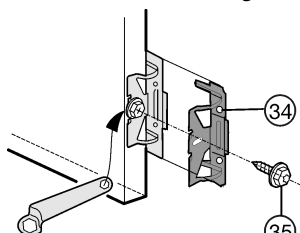

Fig. 16
- Visser l'ensemble des cornières de fixation Fig. 16 (34) avec un tournevis à six pans Fig. 16 (35) dans les trous préperforés de la porte de l'appareil.